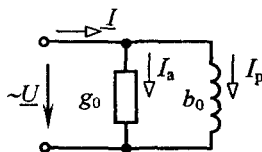

Рис. 2.19
**Задача 2.23.** Определить параметры параллельной схемы замещения (рис. 2.19) дросселя, описанного в задаче 2.22.